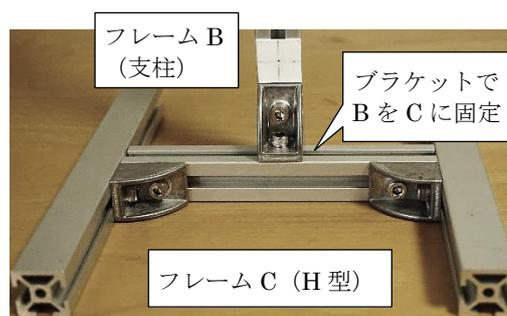

図 1-5 フレーム B のフレーム C への取り付け
2. 図 1-1, 図 1-5 を参考にしながら、土台となる H 型のフレーム C に支柱フレーム B を取り付ける。その際、装置全体ががたつかないように支柱の位置を調整する。このように組み立てると、厚紙のくぼみは机から 6.0 cm の高さに、また図 1-2 の L (棒の支点からフレーム A の下端までの距離) は 29.0 cm になる。